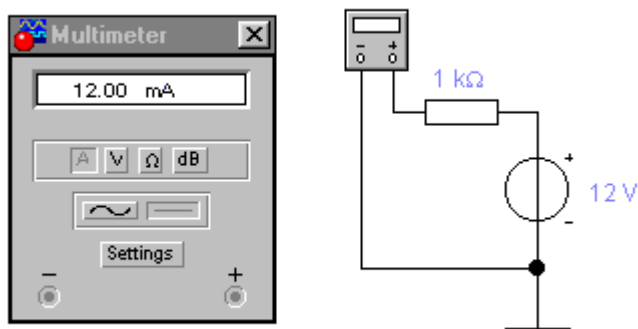

Рис. 5.2.
Собрать схему в соответствии с рис.5.2. Мультиметр должен быть включен в режиме измерения силы тока (A).